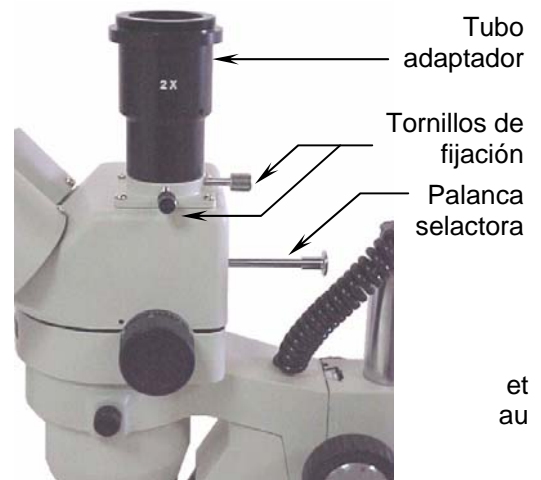

Fig. 2
A l'arrière de la tête se trouve un levier de sélection (fig.2) qui transmet les images à l'orifice vertical. Avec le levier tiré, l'image est transmise à l'orifice vertical mais ne peut être observée par l'oculaire droit.
2. Desserrer la vis moletée (fig.2) située sur le côté de l'orifice vertical jusqu'à ce que la cape protectrice puisse être enlevée.
1. Desserrer la vis moletée (fig.2) située sur le côté de l'orifice vertical jusqu'à ce que la cape protectrice puisse être enlevée.